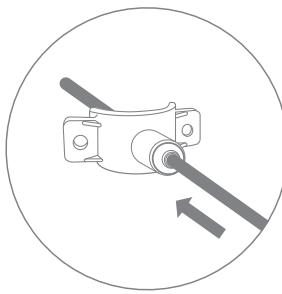

Рис. 11
4. Трубку красного цвета из комплекта поставки вставьте через хомут в просверленное отверстие на 7...10 мм (рис. 11).
5. Прочно закрепите хомут на дренажной линии с помощью винтов, одновременно совмещая отверстие в штуцере и дренажной линии (рис. 11). Винты крепления необходимо затягивать равномерно (без перекоса), чтобы обе части хомута располагались параллельно.